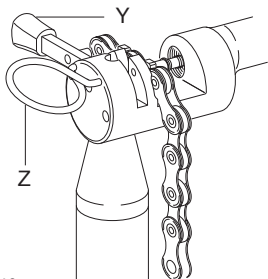

Fig.10
- Bloquear el eslabón con su dispositivo de bloqueo (Z - Fig. 10).
- Comprobar que la lengüeta de la herramienta UT-CN400 esté en posición externa (Y - Fig. 10).